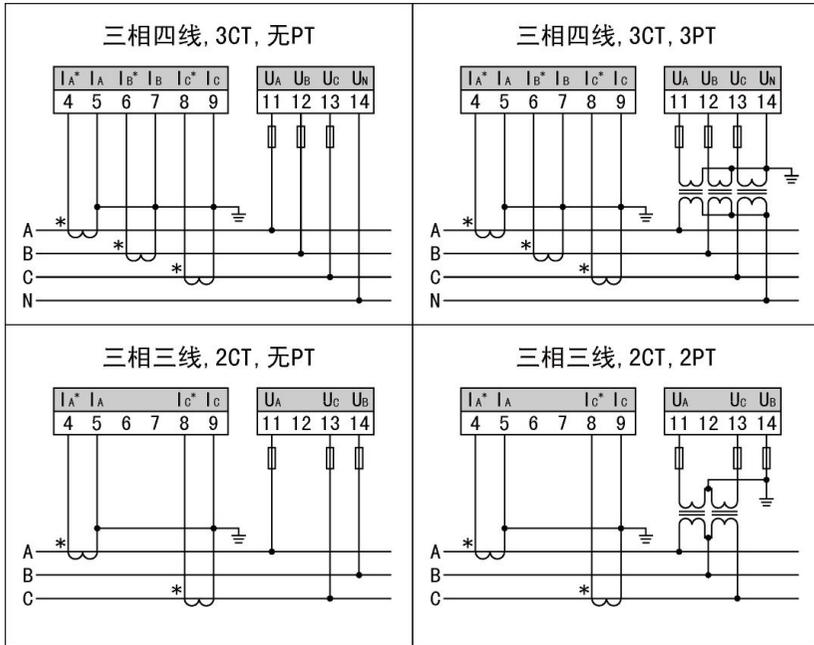

图 3-4
3. 三相三线信号输入接法：在三相三线网络中 B 相电流不需连接， $U_b$  接 14 号端子，其具体接线请参考图 3.4 接线图。